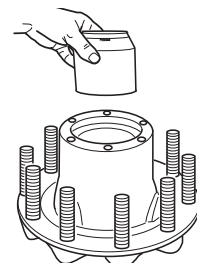

Figura 5
6. Gire la maza y colóquela con el extremo del sello hacia abajo. Coloque el separador de balero en la cavidad de la maza, asegúrese de que el extremo más pequeño, si lo tiene, esté hacia el extremo exterior de la maza (vea la figura 5).